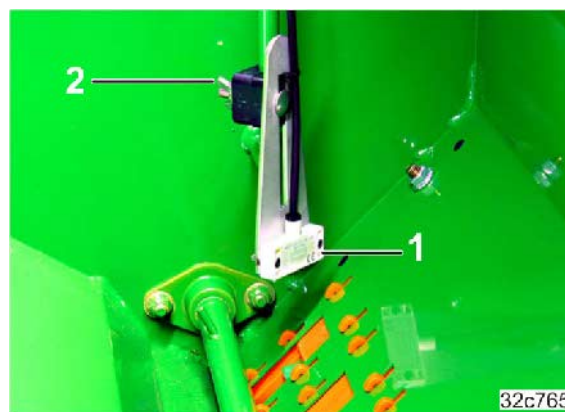

図 113
1. 充填レベルセンサー (図 113/1) の高さは希望する種子量に応じて設定します。
2. 蝶ナット (図 113/2) を締め付けます。